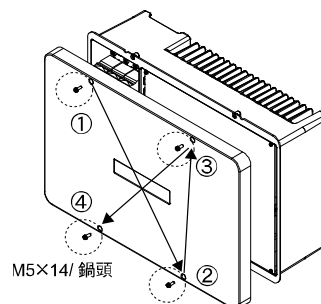

図 23
- (4) 入力電力がパワーコンディショナの運転に対して十分ある状態で、リモコンが点灯する事を確認してください。
- (5) 配線の噛み込みがないように十分に確認し、前パネルをとり付けてください。(図 23)